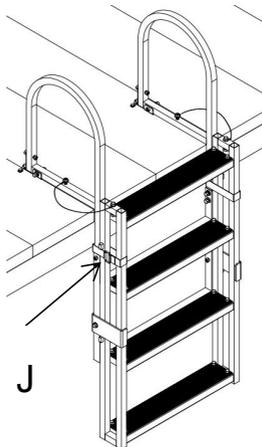
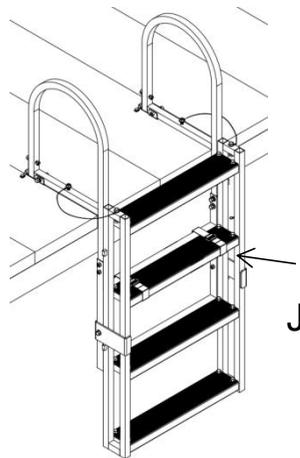

Fig 2
Fig 3
- 5) Enfin, utilisez du ruban adhésif magique (J) pour attacher les cadres de l'échelle (Fig2.). Si la barre de guidage et la marche sont alignées, elles peuvent également être attachées comme indiqué sur la Figure 3. (Gardez l'espace entre elles (J) aussi large que possible.)